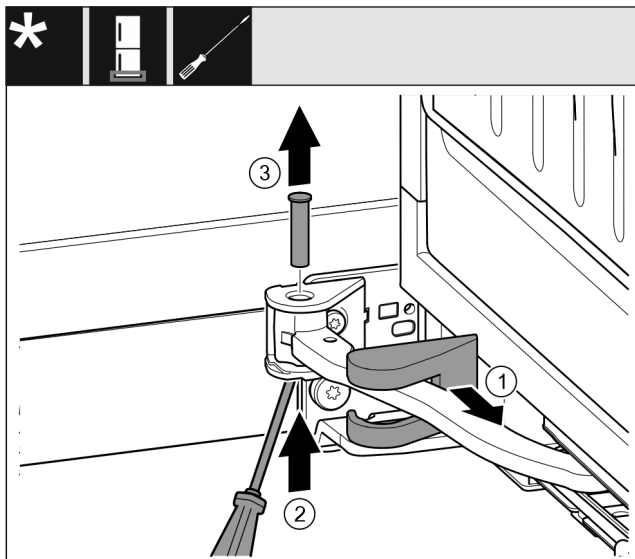

Fig. 15
- ▶ Desprindeți capacul suportului de lagăr și deplasați-l de-a lungul articulației. Fig. 15 (1)
- ▶ Ridicați de jos bolțul cu degetul sau șurubelnița. Fig. 15 (2)
- ▶ Aplicați șurubelnița sub capul bolțului și extrageți. Fig. 15 (3)